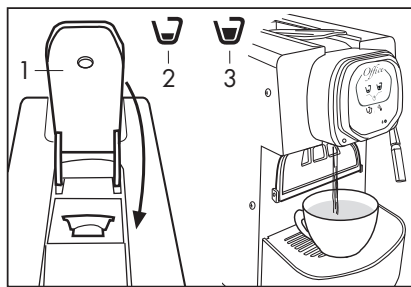

Fig. 9
**Antes de insertar la cápsula levante lenta y completamente la palanca de control (1) ubicada en la parte superior de la máquina con el fin de expulsar la cápsula utilizada. Para una higiene correcta y mantener alta la calidad del producto es conveniente expulsar la cápsula inmediatamente después de la dispensación.**
- Cierre completamente la palanca (1), pulse un símbolo de dispensación (2-3) según el propio gusto pulsando nuevamente para detener la dispensación cuando se alcanza la cantidad deseada de café o de la bebida (Fig. 9).
- Para preparar un café largo (tipo Americano) pulse el símbolo de dispensación (4)
- Para extraer la cápsula levante lentamente la palanca (1). Si la cápsula no es expulsada, repita la operación o presione el botón dispensador (2-3) y al mismo tiempo levante la palanca (1).